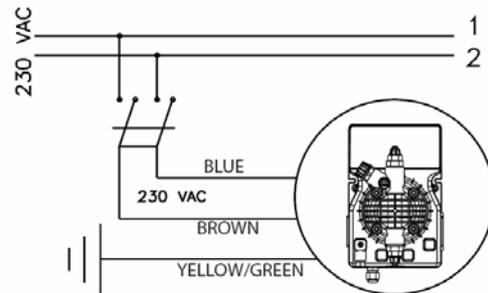

Bild 3: Anschlussplan
- b- Achten sie sorgfältig auf die Regelungen der verschiedenen Länder betreffend elektrische Installation **Bild 3**.